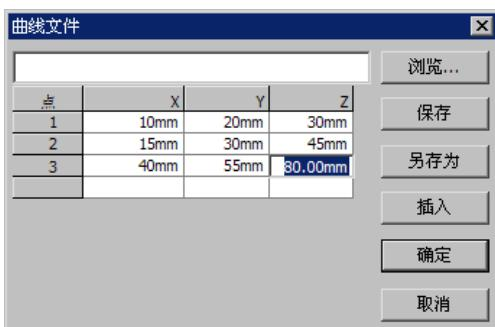

图 6.2.1 “曲线文件”对话框
Step2. 选择命令。选择下拉菜单 **插入(I)** → **曲线(U)** → **通过 XYZ 点的曲线...** 命令，系统弹出图 6.2.1 所示的“曲线文件”对话框。
Step3. 定义曲线通过的点。通过双击该对话框中的 X、Y 和 Z 坐标列中的单元格，并在每个单元格中输入如图 6.2.1 所示的坐标值来生成一系列点。
如图 6.2.1 所示的“曲线文件”对话框中各选项按钮的说明如下。